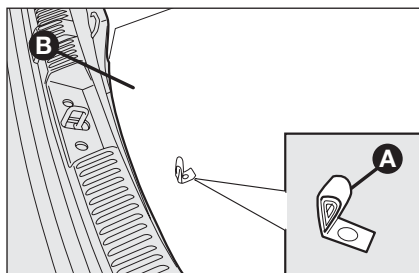

fig. 2
- ☐ spegnere il motore e tirare il freno a mano; inserire la prima marcia o la retromarcia; mediante la maniglia **A**-fig. 2 rimuovere il preformato di rivestimento rigido **B**;